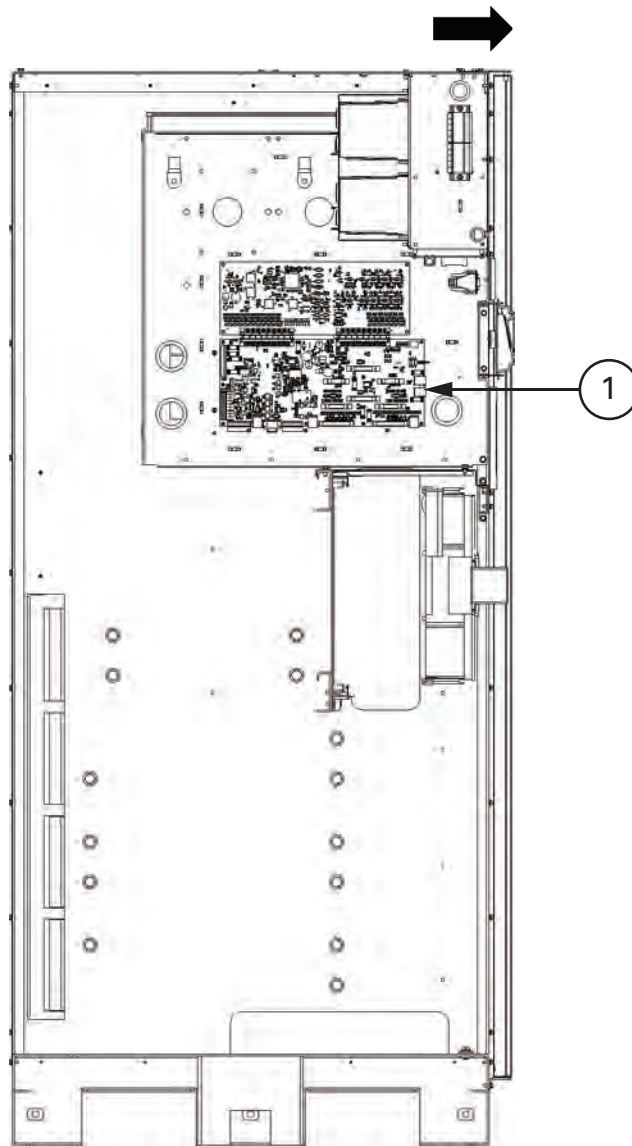
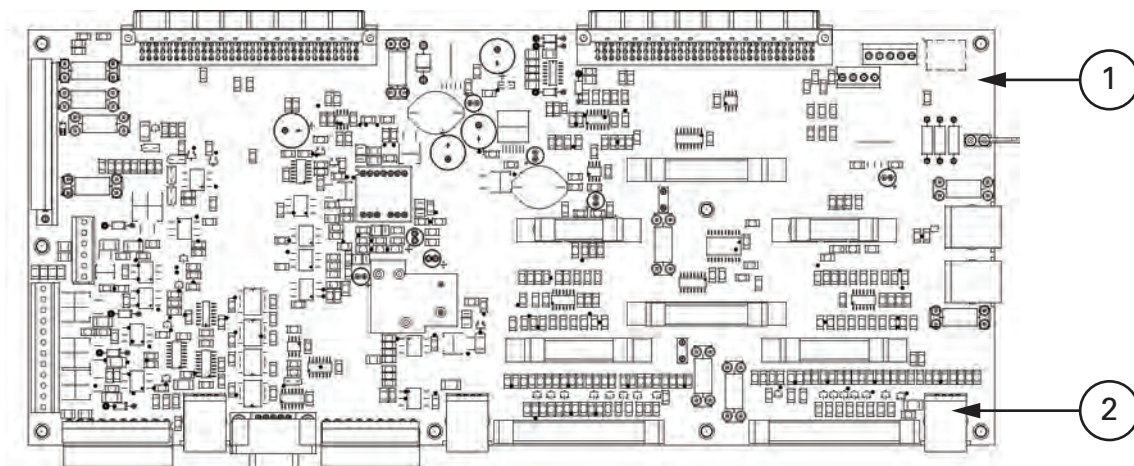

Рис. 4-11. Расположение интерфейсной платы P11
Рис. 4-12. Расположение J39 на интерфейсной плате P11
21. В секции ISBM найдите на интерфейсной плате P11 инверторный разъем J39 CAN и подключите кабельный разъем RJ45 CAN к разъему J39 (см. Рис. 4-11 и Figure 4-12 on page 50).